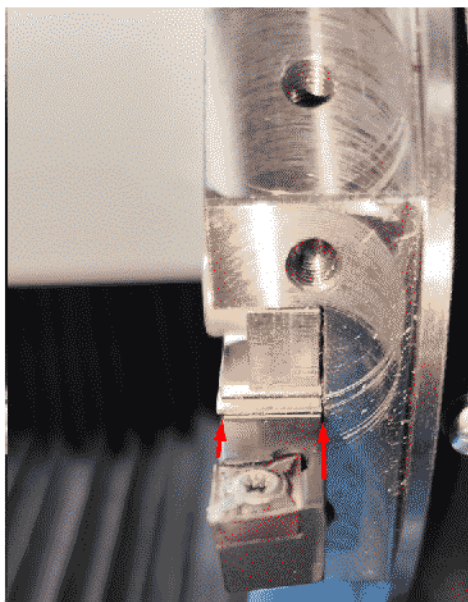

Рисунок 2.9 - Установка
2. Установка резца до упора (Рисунок 2.9)